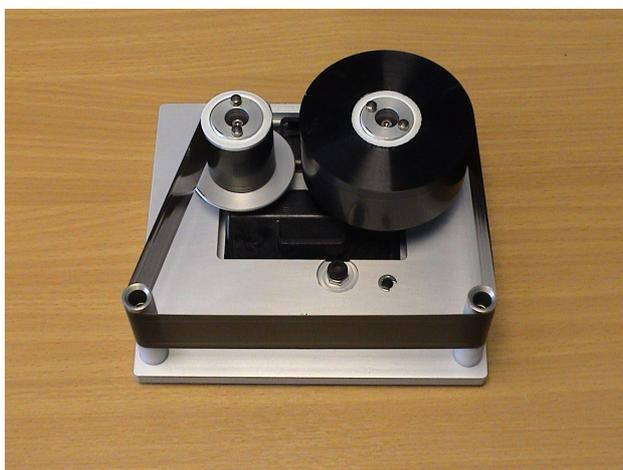

Рис. 5-14: Расположение ленты с бобин
- 9 Поверните пустую бобину рукой, чтобы убрать слаbinу ленты. Прекратите поворачивать пустую бобину, когда начнет поворачиваться полная бобина (Рис. 5-14).